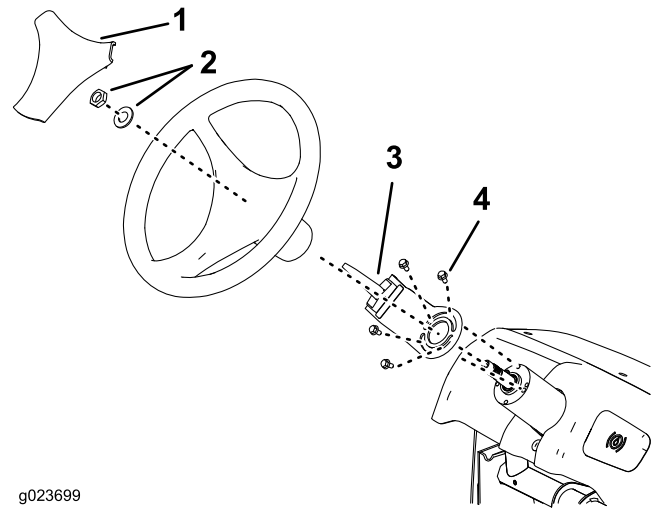

図 3
2. ハンドルのカバープレートを外し、ナット類を外してハンドルをシャフトから外す（図 3）。
3. ハンドルのシャフトにスイッチブラケットを通し、ボルト4本を使ってブラケットを固定する（図 3）。
マーカー用パドルスイッチ： コンプレッサを作動させて左右いずれかのブームに泡の流れを送り出します（図 3）。